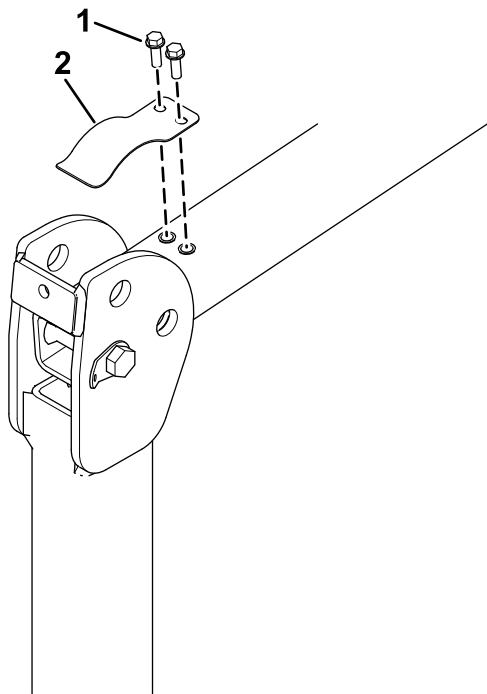

Рисунок 7
1. Передвинув защитную дугу в нижнее положение, снимите пластинчатую пружину фиксации (Рисунок 7) с каждой стороны защитной дуги.